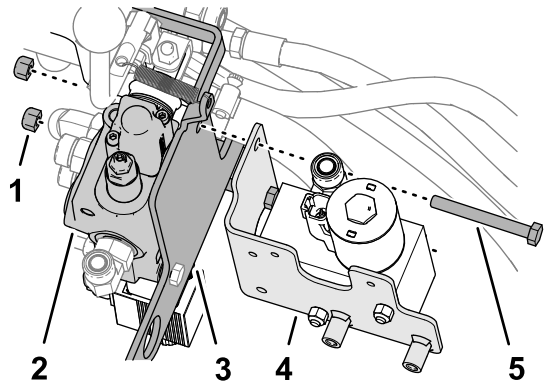

Bild 17
- Entfernen Sie die beiden hinteren Schrauben (5/16" x 2¾") und die beiden Sicherungsmuttern (5/16"), mit denen das Hilfsventil an der Ventilhalterung befestigt ist, wie in Bild 17 dargestellt.